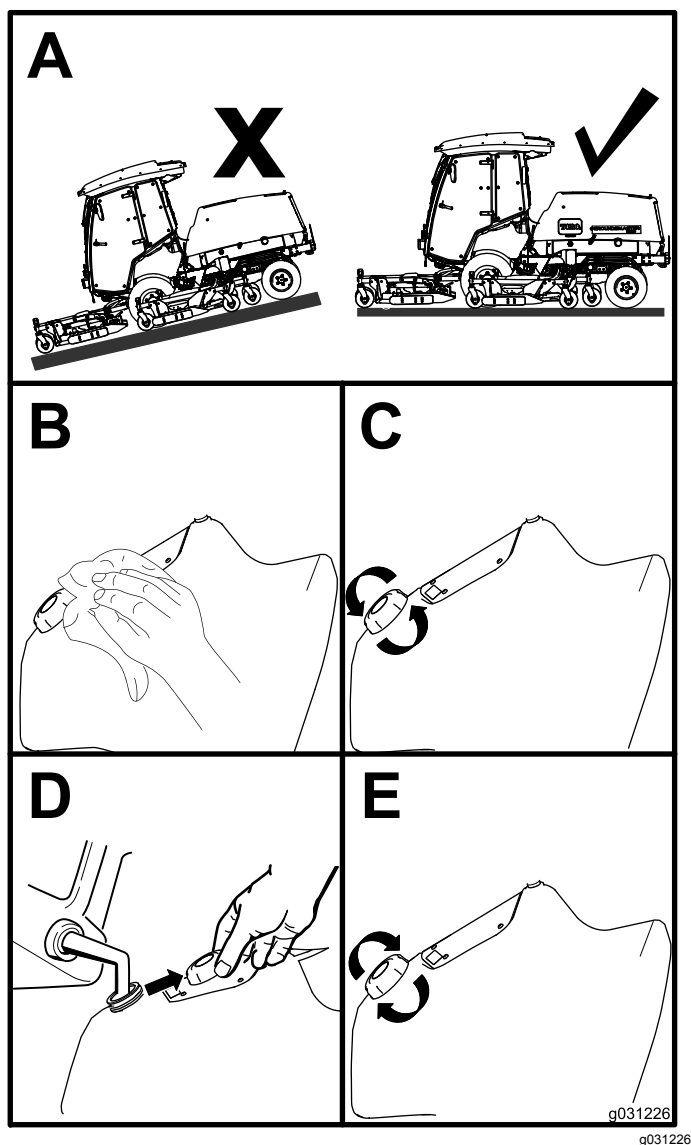

Figura 14
1. Estacione a máquina numa superfície plana (Figura 14).